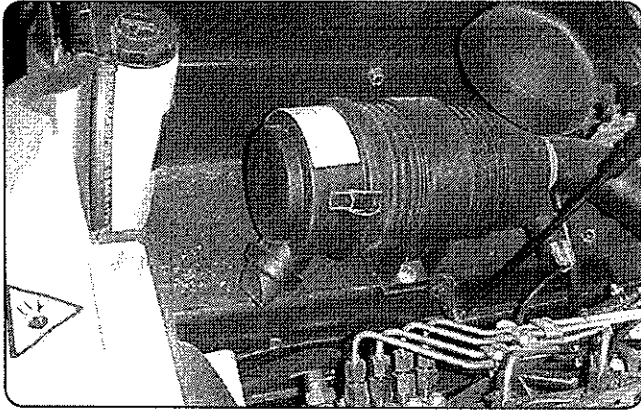

fig. 17
- 3) Sacar el polvo retenido en el filtro del aire, apretando la valvula 1 (Fig. 17)
- 2) Prestar especial atención al filtro del aire (Fig. 17) Presionar la valvula de evacuación 1 para sacar el polvo acumulado en el interior. Limpiar todo el exterior del filtro y especialmente el prefiltro de aspiración 2.
- 3) Take out the dust of the air filter, tightening the valve 1 (Fig. 17).
- 2) Pay special attention to the air filter (Fig. 17). Press the outlet valve 1 to release the inside accumulated dust. Clean the outside of the filter and, specially, aspiration prefilter 2.
- 3) Faire sortir la poussière retenue dans le filtre à air, en serrant la valve 1 (Fig. 17).
- 2) Faire particulièrement attention au filtre à air (Fig. 17). Appuyer sur la valve d'évacuation 1 pour faire sortir la poussière accumulée à l'intérieur. Nettoyer entièrement l'extérieur du filtre et en particulier le préfiltre d'aspiration 2.
- 2) Limpiar el filtro de aire (Fig.17) Antes de soltar la tapa 3, presionar la válvula 2 para sacar el polvo acumulado en el interior del filtro. Soltar las grapas, desmontar la tapa 3, sacar los elementos filtrantes y limpiarlos con aire a presión. Si no están en condiciones, o despues de 5 limpiezas SUSTITUIR ambos elementos filtrantes. Al volver a colocar la tapa, asegurarse de su correcta colocación y cierre